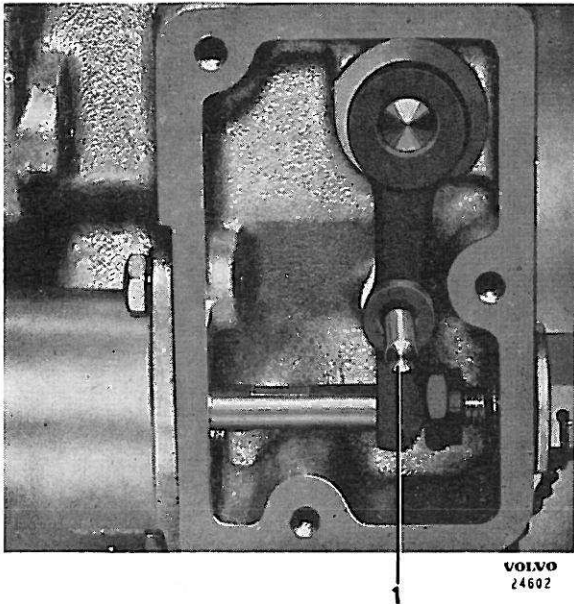

Fig. 10. Réglage du clapet de commande
2. Enlever le couvercle sur le bras du clapet de commande. Engager la vitesse surmultipliée (moteur au repos, 4e vitesse engagée). Si le clapet de commande est correctement réglé, on devra pouvoir introduire une tige de 4,75 mm de diamètre à travers le trou du bras et l'enfoncer à l'intérieur du carter du clapet, voir Fig. 10. Dans le cas